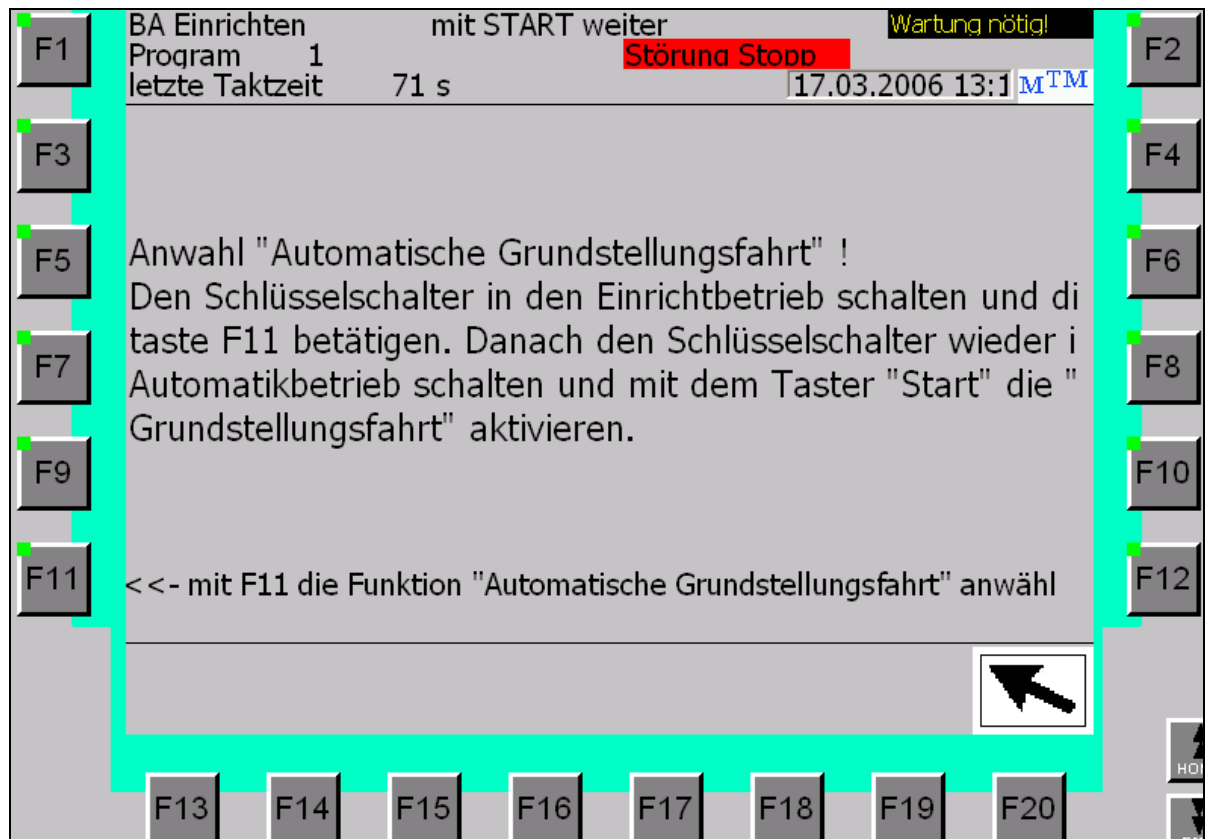

Bild 12.2
- Mit Funktionstaste **F5** in das Bild „Anwahl automatische Grundstellungsfahrt“ gehen, es erscheint unten stehendes Bild 12.2